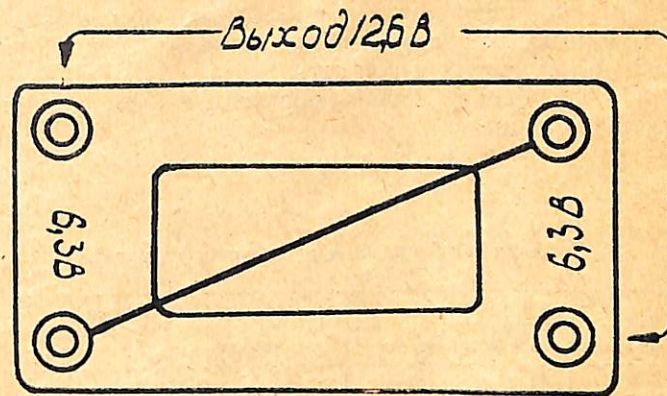
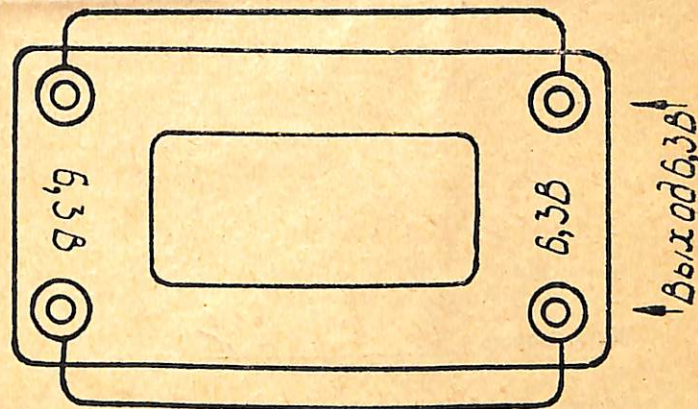

Рис. 4.
Рис. 5.
4.3. Для получения напряжения 12,6 В две вторичные обмотки соединяют последовательно (рис. 4), а для увеличения мощности до 30 Вт при выходном напряжении 6,3 В обе вторичные обмотки соединяют параллельно (рис. 5).